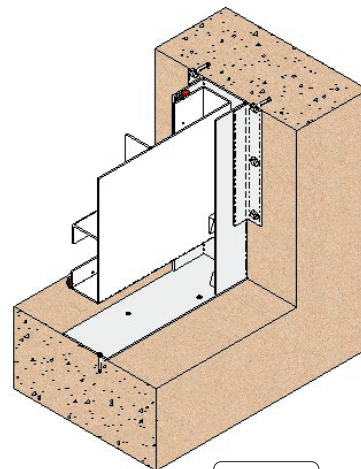

Fig. 15
- No caso de pretender montar a comporta através de ancoragens de expansão ou químicas (fig. 15), a comporta é colocada no canal. Também neste caso é extremamente importante que as juntas de fecho no quadro fiquem a jusante. Utilizando os orifícios do corpo da comporta como guia, perfuramos os orifícios para as ancoragens de expansão ou químicas no canal. Retirar a comporta e, no local onde a mesma ficará situada, aplicar uma pasta de selagem do tipo SIKAFLEX-11FC ou semelhante, com o fim de evitar fugas entre o corpo e o canal. Voltamos a colocar a comporta na sua localização e aparafusamos através das ancoragens de expansão ou químicas. É necessário ter cuidado ao aparafusar no modo cruzado e não apertar excessivamente, caso contrário podem originar-se deformações na comporta.